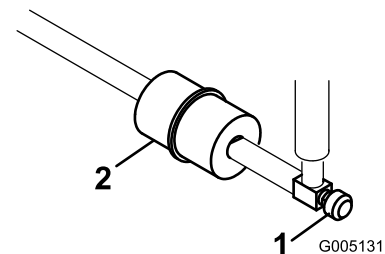

Figura 44
El filtro de combustible en línea se encuentra en el tubo de combustible, entre el depósito de combustible y el carburador (Figura 44).
1. Cierre la válvula de cierre del combustible (Figura 44).
2. Coloque un recipiente debajo del filtro, afloje la abrazadera en el lado del carburador del filtro y retire el tubo de combustible (Figura 44).
3. Afloje la otra abrazadera y retire el filtro (Figura 44).